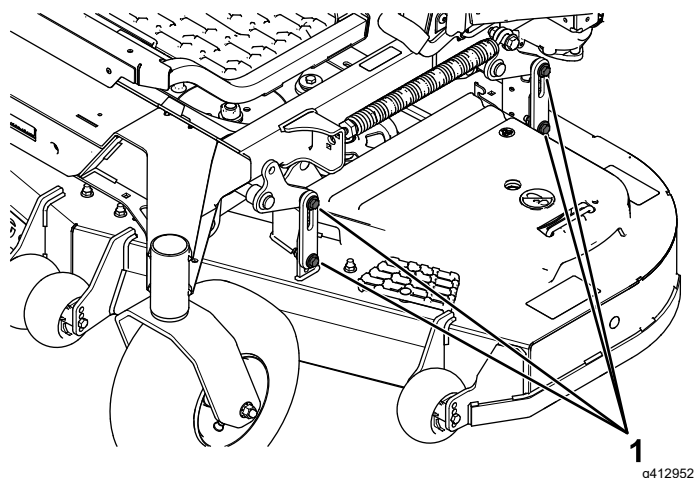

Figura 90
16. Slăbiți uruburile (**Figura 90**) din toate cele 4 coluri i asigurați-vă că puntea mainii de tuns iarba stă fixată în siguranță pe toate cele 4 blocuri.